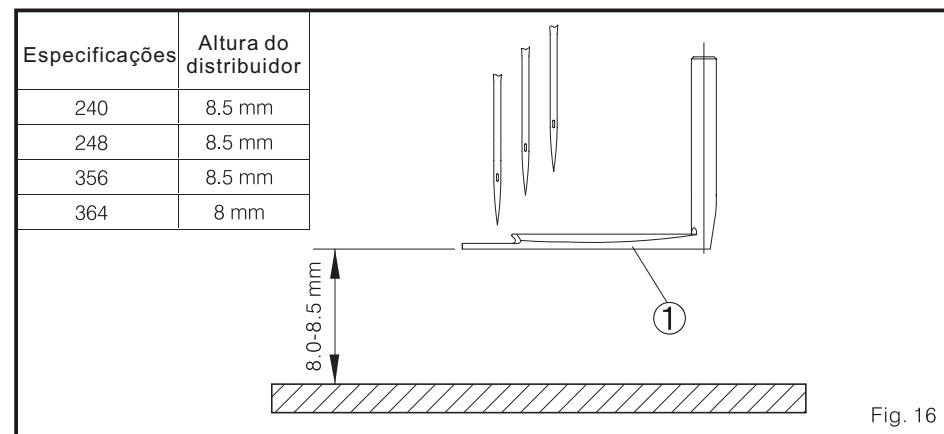

Fig. 16
3. o espaço do fundo da lâmina do distribuidor até a superfície da lâmina agulha é como isto é mostrado na Fig. 16.